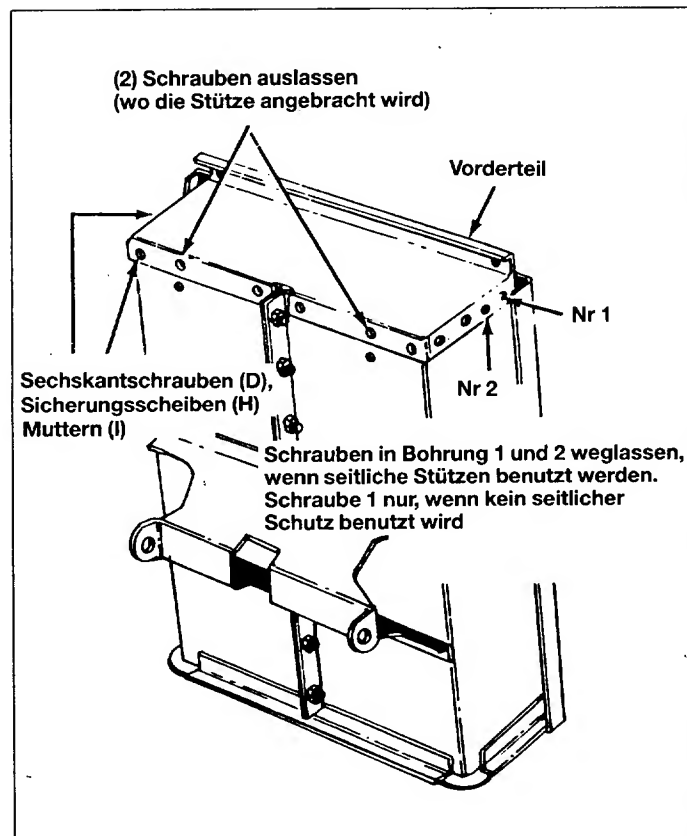

Bild 8
13. Die Vorderwand am offenen Teil des Wagens anbringen, 6×12 mm Sechskantschrauben (D), Sicherungsscheiben (H) und Muttern (I) benutzen. Schraubenköpfe zur Innenseite des Wagens hin. Siehe Bild 8.
ACHTUNG! Schrauben in Bohrung 1 und 2 weglassen, wenn seitliche Stützen benutzt werden. (Zusatzrüstung) Siehe Bild 8.